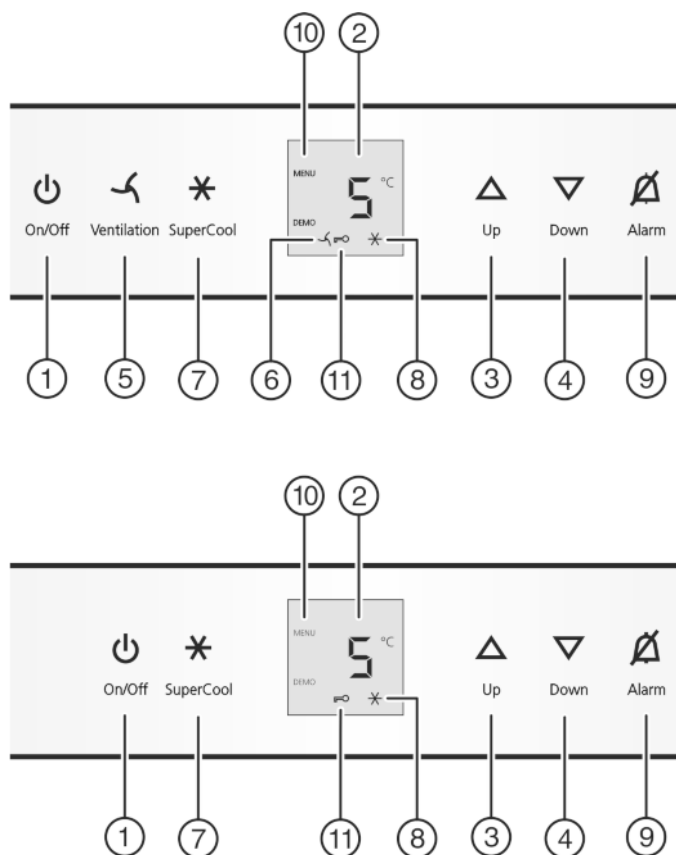

Fig. 2
- ▶ Натиснете бутона On/Off Fig. 2 (1).
- ▶ Активиране на режим настройки: Натиснете бутон SuperCool Fig. 2 (7) за ок. 5 сек.
- ▶ Натиснете за кратко бутона SuperCool Fig. 2 (7), за да потвърдите.
- ▶ Натиснете за кратко бутона SuperCool Fig. 2 (7) за включване на защитата от деца.
- ▷ Символът Защита от деца Fig. 2 (11) светва. На индикатора мига **с**.
- ▶ Натиснете за кратко бутона SuperCool Fig. 2 (7) за изключване на защитата от деца.
- ▷ Символът Защита от деца Fig. 2 (11) угасва. На индикатора мига **с**.
- ▶ Деактивиране режима на настройка: Натиснете бутона On/Off Fig. 2 (1).
- ▶ Натиснете бутона Аларма Fig. 2 (9).
- ▶ Настройка на по-висока температура: Натиснете бутона за настройка Up Fig. 2 (3).
- ▶ Настройка на по-ниска температура: Натиснете бутона за настройка Down Fig. 2 (4).
- ▶ Натиснете за кратко бутона SuperCool Fig. 2 (7).
- ▷ Символът SuperCool Fig. 2 (8) светва на индикатора.
- ▷ Символът SuperCool Fig. 2 (8) угасва на индикатора.